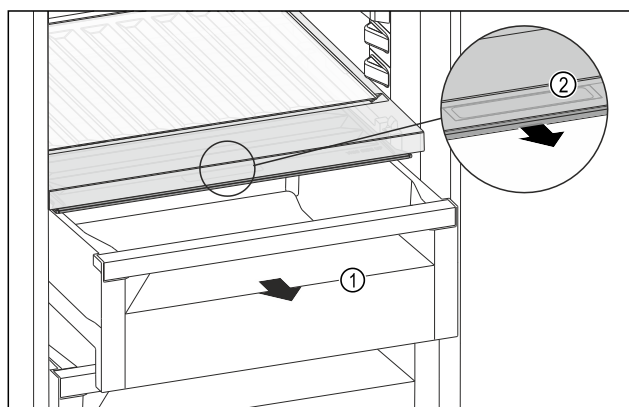

Fig. 240
- ▶ Izvucite ladicu Fig. 240 (1).
- ▶ Primite ručku Fig. 240 (2) na poklopcu pretinca i istodobno povucite poklopac pretinca prema naprijed.